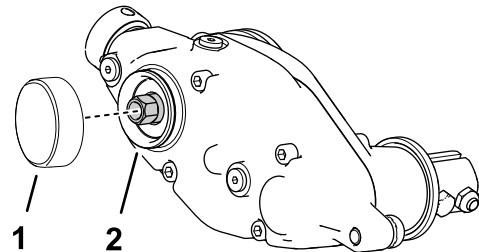

图 14
1. 在卡环槽周围和外直径表面涂抹中等强度的圆柱固持胶如 Green Loctite 609®图 14。
2. 如图 14 所示安装盖子。